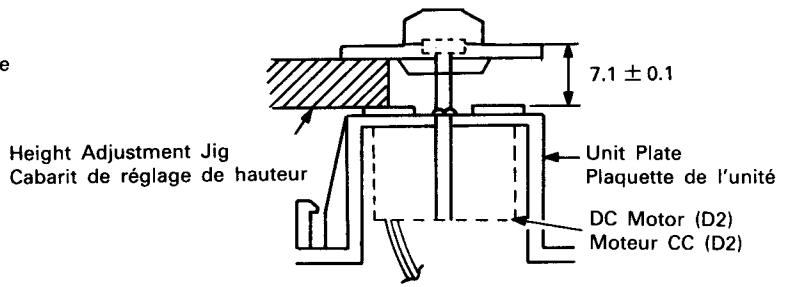

Fig. 15
- (1) Lift the turntable off perpendicularly to the Unit Plate.
- (2) When attaching the turntable, adjust the height using the Height Adjustment Jig (Fig. 15). At this time avoid placing undue lateral stress on the shaft of the DC Motor (D2).
- (1) Dégager le plateau d'entraînement de la plaquette de l'unité en le soulevant perpendiculairement.
- (2) Lors de la pose du plateau d'entraînement, régler la hauteur à l'aide du gabarit de réglage de hauteur (Fig. 15). Éviter d'appliquer un effort latéral excessif sur l'axe du moteur CC (D2).